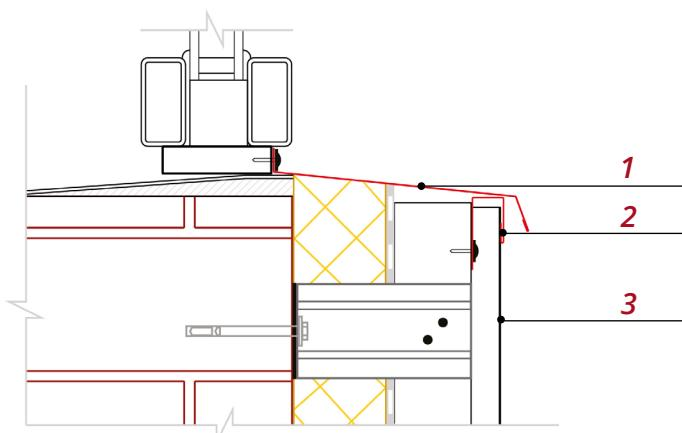

Рис. 22
- Глубину выреза делайте так, чтобы смонтированная панель **3** вырезом вошла в П-образную планку **2** под отливом **1** (рис.22).
- Если под окном установлен Н-профиль, необходимо делать разметку панелей с учетом размеров Н-профиля (рис.22)